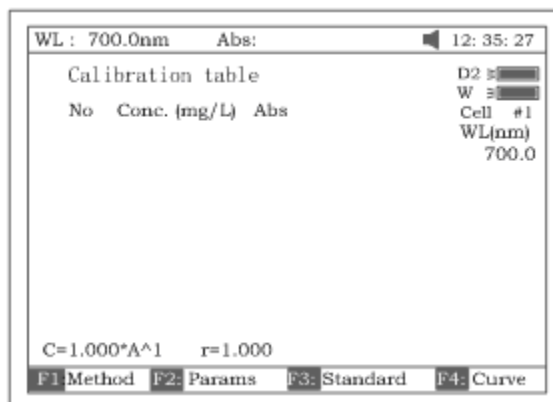

Рисунок 29
- Нажмите клавишу **[F1]** для выбора метода построения эмпирической кривой, как показано на рис.29. На выбор предлагается 4 метода внесения поправок: метод линейного приближения, метод линейного приближения через ноль, квадратичного и кубического.